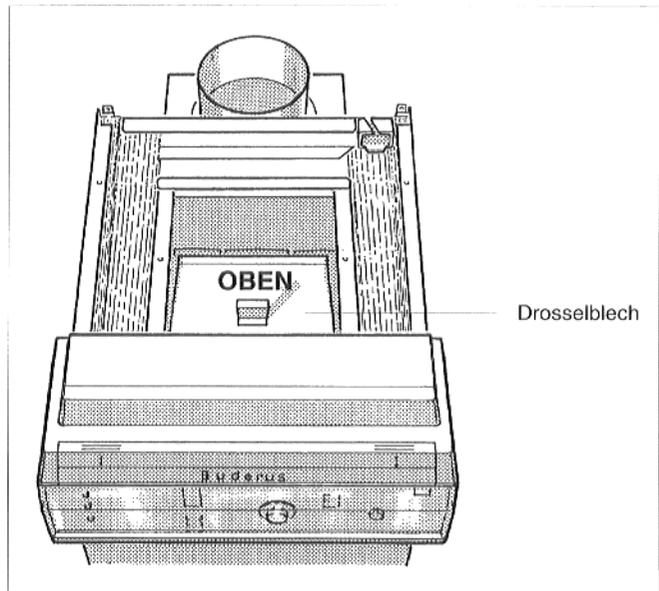

Abb. 1: Drosselblech
- Bei Kesselgrößen 12-3 und 20-4: altes Drosselblech herausnehmen (Abb. 1).